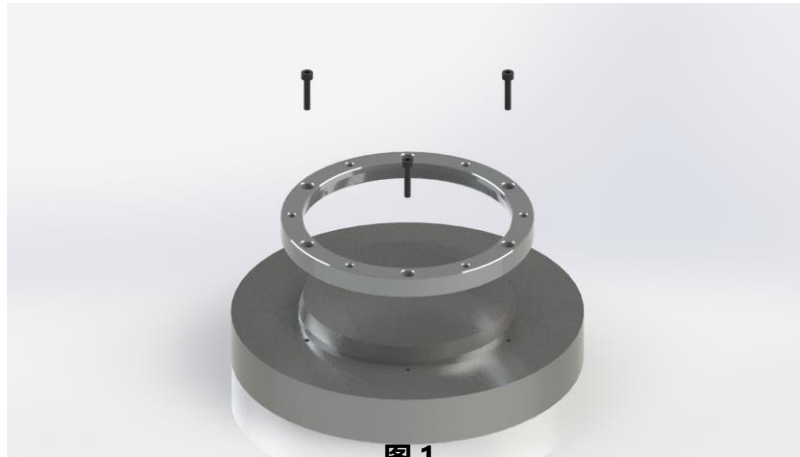

图 1
2. 将圆光栅套装于工装轴，将圆光栅和工装轴的连接孔位对齐，将M3x16 的内六角螺钉从圆光栅上端面沉头孔插入，并预固定至连接孔内，固紧螺钉，如图 1 所示；